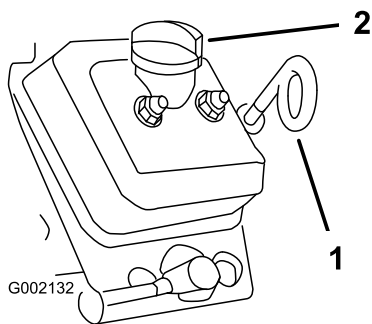

Рисунок 42
8. Очистите поверхность вокруг масломерного щупа, крышки заливного отверстия и заливной горловины, затем выньте щуп (Рисунок 42).
9. Снимите крышку заливного отверстия и залейте масло указанного типа в заливную горловину, пока его уровень не достигнет отметки Full (Полный) на щупе (Рисунок 42).
10. Вставьте щуп в заливную горловину до упора; затем извлеките его и проверьте уровень масла (Рисунок 42).
11. Вставьте измерительный щуп в заливную горловину до упора и надежно установите крышку на заливную горловину (Рисунок 42).